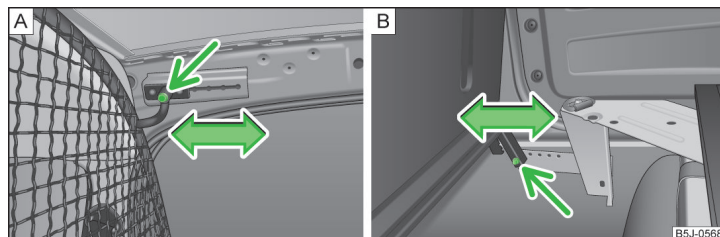

Fig. 96 Alloggiamento superiore della parete divisoria di sicurezza
- Svitare una vite da ogni lato nella parte superiore della carrozzeria » fig. 96 - [A] e svitare una vite nella parte inferiore » fig. 96 - [B].